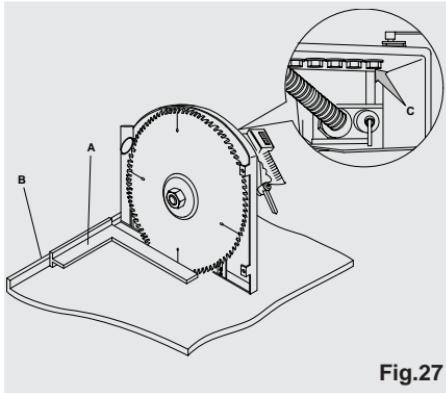

Fig.27
de snede lelijk gezaagd en/of verbrand is, dan heeft men te maken met een verkeerde stand van het zaagblad. Om dit probleem te verhelpen zet men een winkelhaak op de aanslag (B) zoals aangegeven in afbeelding 27. Draai gedeeltelijk de schroeven (C) los en lijn het zaagblad weer op, na afloop draait men de schroeven weer goed aan.